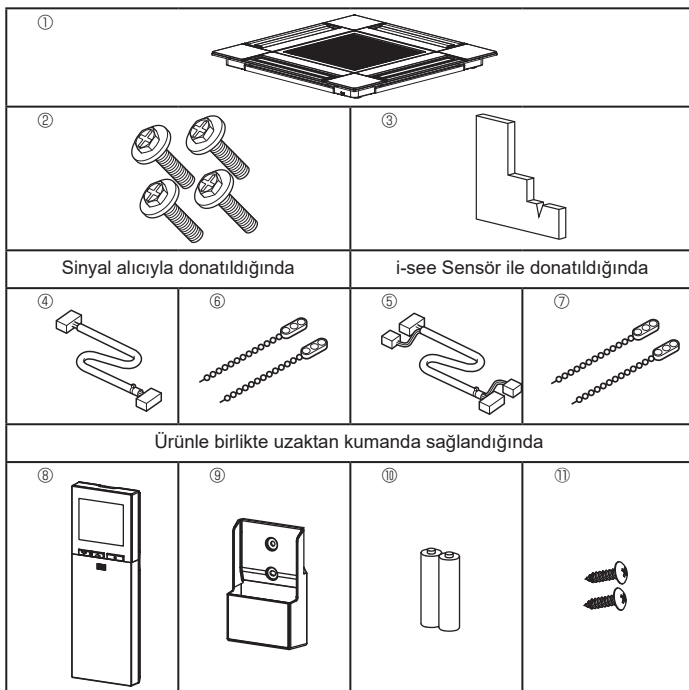

Fig. 10-1
10.1. Izgara aksesuarlarının kontrol edilmesi (Fig. 10-1)